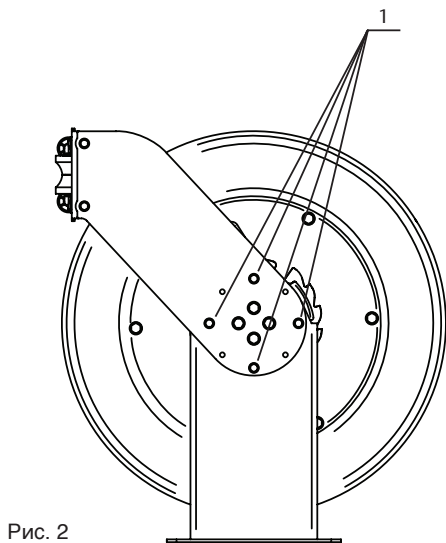

Рис. 2
Чтобы расположить направляющие, следует отвинтить и извлечь винты (1) (рис.2) на обоих направляющих. В этот момент намоточный барабан и направляющие отделяются от рамы катушки. После этого следует просто установить направляющие в нужное положение и закрепить их теми же винтами.